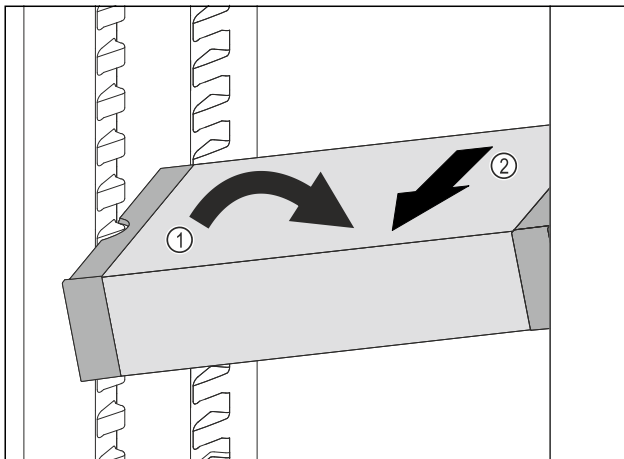

Fig. 62
- VarioSafe im Kühlteil schräg stellen. Fig. 62 (1)
- VarioSafe nach vorne entnehmen. Fig. 62 (2)